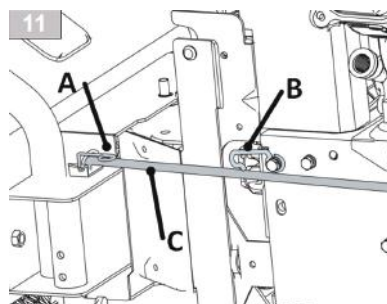

Рисунок 11
- вытащите шплинт (рис.11 А) из рулевой тяги
- вытяните тягу руля (рис.11С) из устройства.
- зафиксируйте тягу руля (рис.11 С) крюком (рис.11 В).